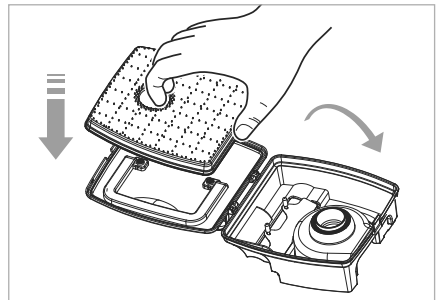

Abb. 14
- 7) Befestigen Sie den EPA-Filter **9** am Deckel des Staubbehälters **14** und klappen Sie ihn zu (siehe Abb. 14).